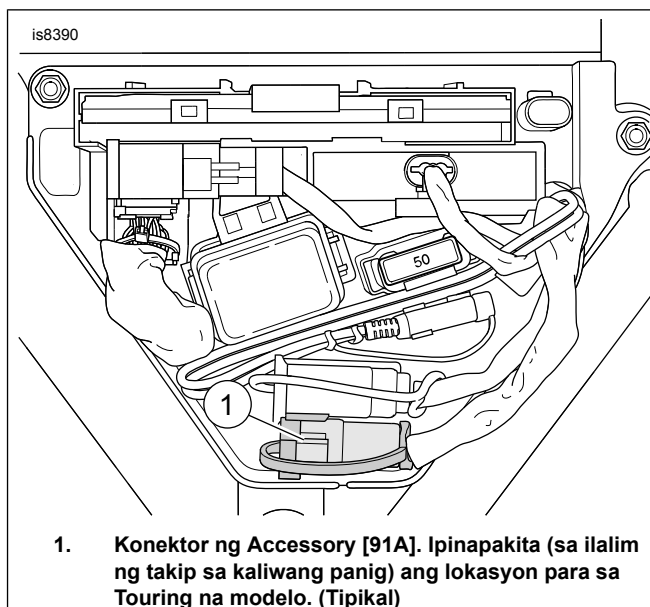

Figure 2. Konektor ng Accessory
9. Tingnan ang Talahanayan 1 at Figure 2 . Hanapin ang accessory/data link na konektor [91A].